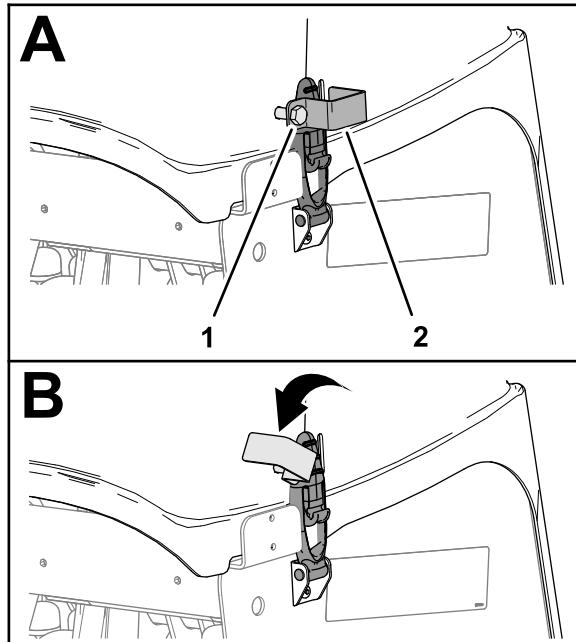

図 138
2. ロックプレートを回してラッチを吐露出させる図 138。
1. CE 向けラッチロック搭載マシンでは、ロックプレートのボルトをゆるめる。コアリングヘッドカバーの側面にあるスロットから抜けるまでボルトをゆるめる図 138。